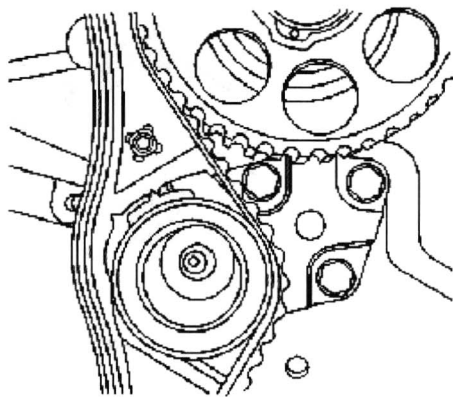

图 1-4 转动水泵对准张紧器托架上指针
6) 如图 1-4 所示，顺时针转动水泵，直到正时带自动张紧器调节臂上的指针对准正时带自动张紧器托架上的缺口。
10) 使用专用工具转动水泵，直到正时带自动张紧器调节臂上的指针对准正时带自动张紧器托架上的指针，如图 1-4 所示。